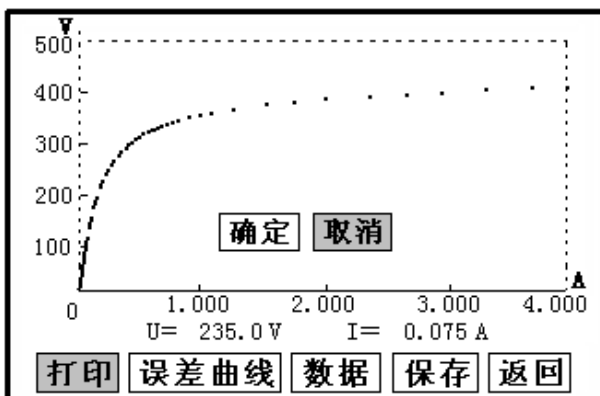

图 8
- **打印**：旋转鼠标将光标移动至“打印”选项,按下旋转鼠标（如图 8），选择确定后，先打印伏安特性曲线，然后打印数据，打印数据仪器自动进行筛选，方便用户做报告用。同时减少更换打印纸的频率，节省时间，提高效率。